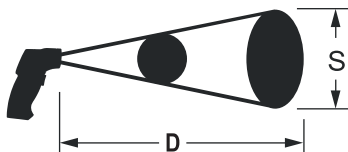

Fig. 1
- L'oggetto misurato deve essere più grande dello spot di misurazione IR **S** (fig. 1).
- L'oggetto misurato dovrebbe essere almeno il doppio della dimensione dello spot di misurazione IR **S** (fig. 1).
- Il rapporto **D:S** è di 6:1. Ad una distanza **D** (fig. 1) di 6 cm, la dimensione dello spot di misurazione IR è di 1 cm.